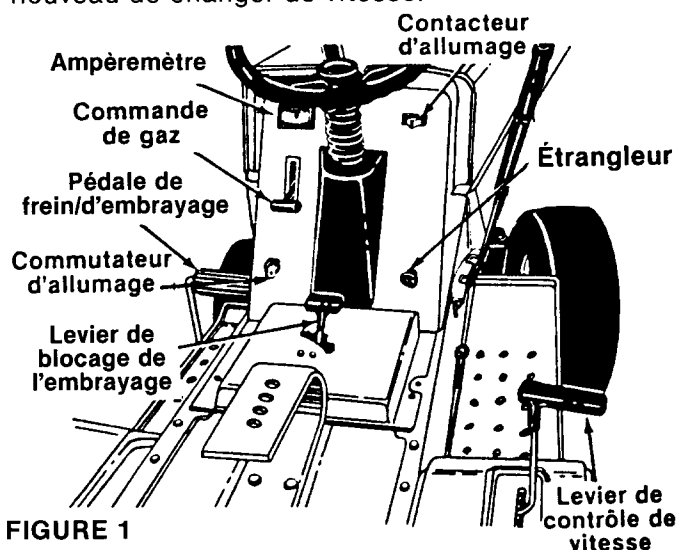

FIGURE 1
L'obturateur sert à régler le régime du moteur et à faire fonctionner le volet de départ. Pour obtenir de meilleurs résultats lors de la coupe, placez l'obturateur à la position RAPIDE. Voir la figure 1.
Il sert à passer d'«AVANT», au «POINT MORT» ET EN «MARCHE ARRIÈRE». Voir la figure 1.
L'étrangleur est placé sur la droite du tableau de bord et il est commandé manuellement. Tirez sur l'étrangleur. Lorsque le moteur démarre, enfoncez doucement l'étrangleur pendant que le moteur chauffe. Voir figure 1.
tourne, laissez la clé retourner sur la position «MARCHE» (ON). Pour arrêter le moteur, tournez la clé vers la gauche, sur la position «ARRÊT» (STOP) et retirez-la pour éviter tout démarrage accidentel. Voir figure 1.
Il permet de régler la vitesse de déplacement du tracteur. Voir la figure 1. Utilisez l'une des six positions. Pour régler le levier, appuyez sur la pédale d'embrayage/frein, enfoncez le levier de réglage et tirez-le pour ralentir, poussez-le pour accélérer. Une fois la vitesse désirée obtenue, lâchez le levier. Chaque fois que l'embrayage sera engagé, le tracteur se déplacera automatiquement à la vitesse pré-réglée.
Poussez l'interrupteur pour allumer les phares' ceux-ci ne fonctionnent que lorsque le moteur tourne. Voir figure 1.
Si la batterie est chargée ou si le moteur tourne au ralenti, l'ampèremètre peut ne pas indiquer de charge. Voir la figure 1.
- Placez la manette d'enclenchement de la lame à la position NON ENGAGÉE. Voir la figure 1.
- Réglez l'obturateur à la position «VOLET DE DÉPART». Voir la figure 1.
- Tournez la clé du contacteur sur la position «DÉMARRAGE» (START). Lorsque le moteur tourne, laissez la clé retourner sur la position «MARCHE» (ON). Voir figure 1.